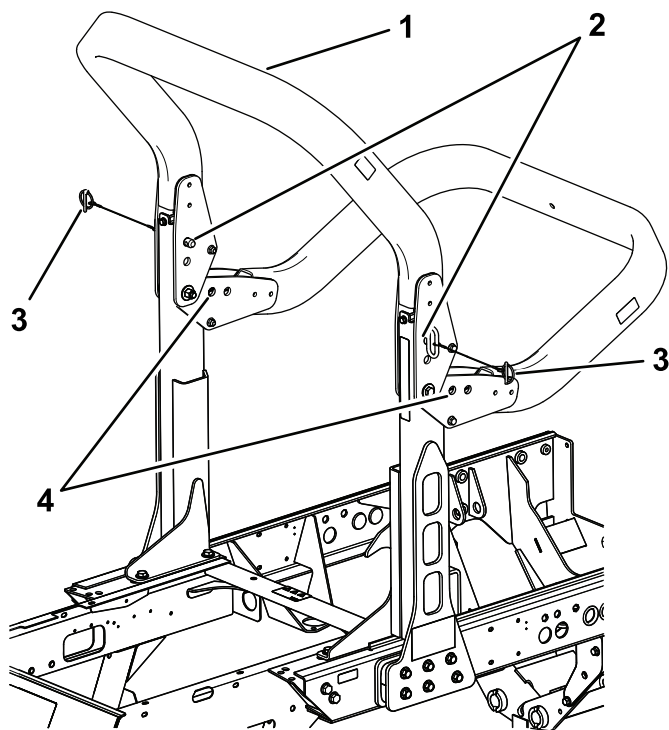

Рисунок 74
- Поддерживайте верхнюю раму защитной дуги, когда снимаете шплинты и шплинтуемые штифты с кронштейнов осей поворота (Рисунок 74).